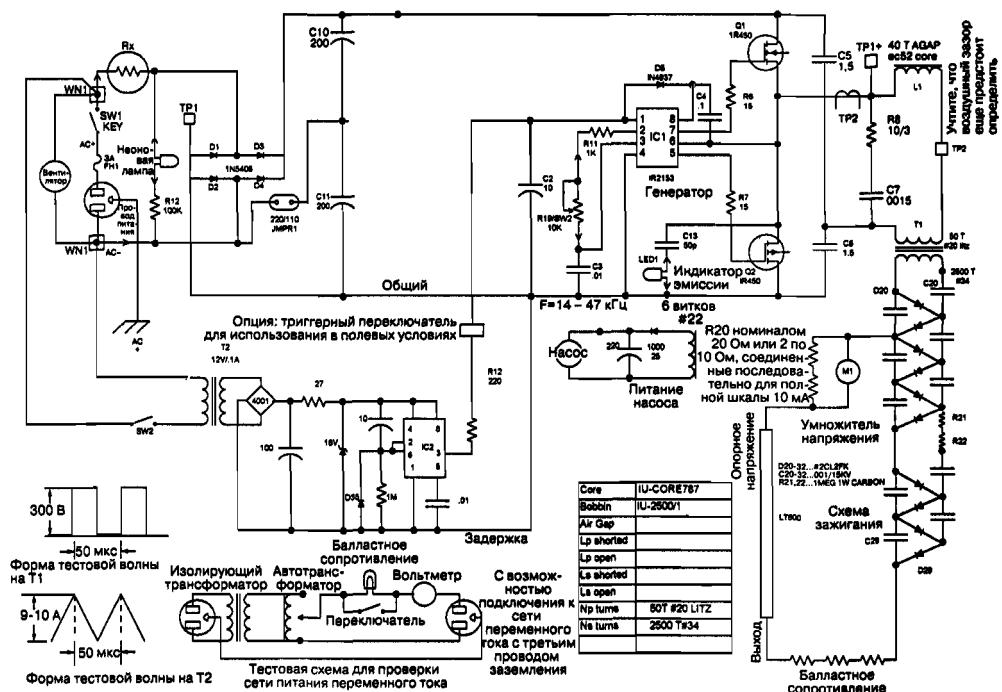

Рис. 8.3. Принципиальная схема лазера
Как показано на рис. 8.3, переключатель SW1 подает питание в первичную цепь схемы и на охлаждающий вентилятор FAN. Плавкий предохранитель FH1/FS1 защищает основную цепь от перенапряжения. Индикаторная неоновая лампа NEON предназначена для индикации включения первичной цепи схемы. Последовательно с ней включен токоограничивающий резистор R12, и лампа загорается, когда включается SW1. Пиковый ток заряда конденсаторов C10 и C11 ограничивается резистором RX. Конденсаторы C10 и C11 сглаживают пульсации выпрямленного напряжения с выхода выпрямителя на полупроводниковых диодах D1, D2, D3, D4, собранного по мостовой схеме для случая работы с сетью 220 В переменного тока. При сети 115 В переменного тока используются только диоды D1 и D3 и перемычка JMPR1, которая закорачивает диоды D2 и D4, то есть исключает их из работы, образуя схему удвоения напряжения. Выходное напряжение конденсаторов C10, C11 является напряжением постоянного тока 300 В и имеет 2 вывода: положительный и отрицательный полюс. Напряжение 300 В необходимо для питания двухтактной схемы на металлоксидных полевых транзисторах Q1 и Q2 (MOSFET).
который подает питание на понижающий трансформатор T2. Гасящий резистор R28 и стабилитрон Z1 защищают, в свою очередь, выход 12 В постоянного тока от перенапряжения. Таймер IC2 управляет работой задающего генератора IC1, который вырабатывает частоту 20 кГц с периодом повторения 50 мкс (см. рис. 8.3) для управления двухтактным ключевым каскадом на Q1 и Q2, нагруженным на первичную обмотку трансформатора T1. Таймер IC2 в данной схеме работает не как генератор, а является моностабильным переключателем с задержкой, определяемой постоянной времени конденсатора C31 и резистора R27. Задержка при показанных номиналах элементов составляет 10 с и необходима для того, чтобы устройство питания отвечало требованиям Бюро радио и здоровья (Bureau of Radio and Health, BRH) по уровню помех в цепи питания¹. Таким образом, контролируется высокое напряжение, поскольку IC2 подает питание на генератор IC1. Конденсатор C2 обеспечивает высокое мгновенное значение тока для выходных импульсов и должен располагаться физически близко к IC1.
2. Соберите печатную плату источника питания, как показано на рис. 8.5. В данном проекте используется готовая печатная плата PCB, которую можно приобрести через www.amazing1.com. Более опытные конструкторы могут при желании изготовить собственную печатную плату или использовать макетную плату. При этом необходимо обратить особое внимание на широкие дорожки печатной платы по ее краям, поскольку они показывают цепь питания и поэтому потребуют использования в макетной плате провода большего сечения шины – #18. Маркировка на плате PCB включает и несуществующие для данной схемы, но используемые в других схемах надписи, обозначающие места расположения элементов. В данном проекте используются только те элементы, которые показаны на схеме (см. рис. 8.3) и перечислены в спецификации в конце главы. Поэтому проявляйте аккуратность в установке компонентов схемы источника питания лазера на плате PCB.